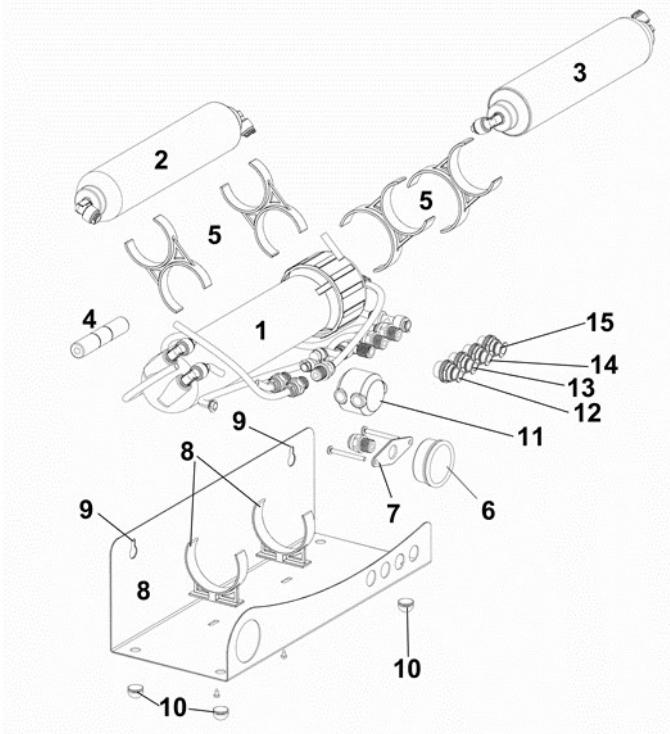

Abb. 1:
Achtung: bei erster Inbetriebnahme den Kohlefilter (Abb. 1, Nr. 3) extra spülen und dann erst an das Membrandruckgehäuse anschließen!
2. Schließen Sie den Abwasserschlauch (Abb. 1, Nr. 14) an. Mit Hilfe der beiliegenden Schelle (Abb. 2, Nr. 1) kann der Abwasserschlauch auch direkt an ein passendes Abwasserrohr, in dem zuvor eine Bohrung von ca. 5 mm angebracht wurde, angeschlossen werden. Die quadratische Dichtung (Abb. 2, Nr. 2) kommt zwischen Schelle und Bohrung. Um die Gefahr einer Rückverkeimung durch Bakterien zu vermindern, empfiehlt es sich
3. Schließen Sie den Vorratsbehälter für das Osmosewasser an (Abb. 1, Nr. 13).
4. Am zweiten Osmosewasserausgang (Abb. 1, Nr. 15) kann ein Wasserhahn für Osmoseanlagen (nicht im Lieferumfang enthalten) angeschlossen werden, sofern sich am ersten Ausgang (Abb. 1, Nr. 13) ein Drucktank (nicht im Lieferumfang enthalten) befindet.
Die easy line professional besitzt ein Abschaltventil (Abb. 1, Nr. 11), das bei Gegendruck, z. B. durch ein schließendes Schwimmerventil oder einen Osmosedrucktank, die Wasserzufuhr abriegelt.